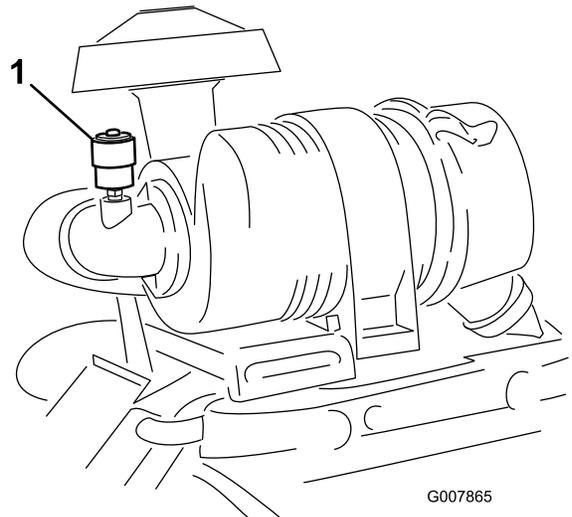

図 44
エア・クリーナの整備はインジケータ（図 44）が赤色になってから行ってください。早めに整備を行っても意味がありません。むしろフィルタを外したときにエンジン内部に異物を入れてしまう危険が大きくなります。
6. インジケータ(図 44)が赤になっている場合はリセットする。